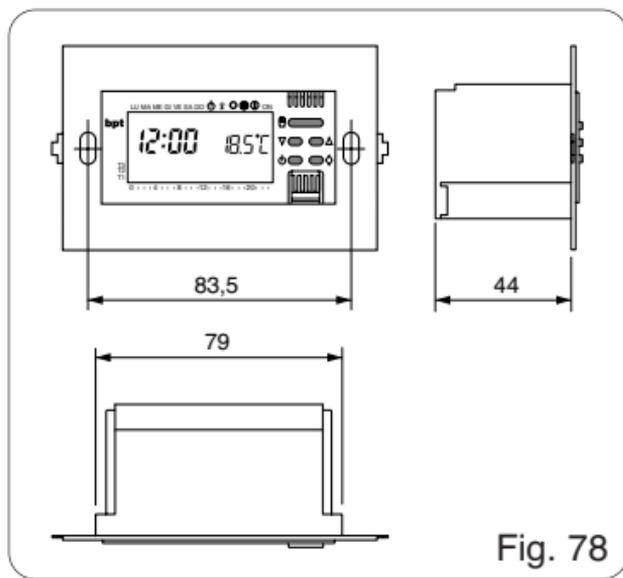

Fig. 78
- Dimensioni: vedere la fig. 78.